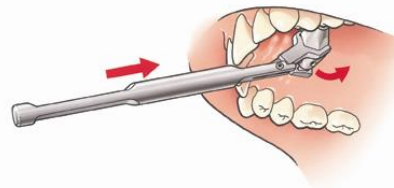

Fig. 10
In moeilijke gevallen (beperkte mondopening) kan de hinged key (ref.03-951A) nuttig zijn (Fig. 10).